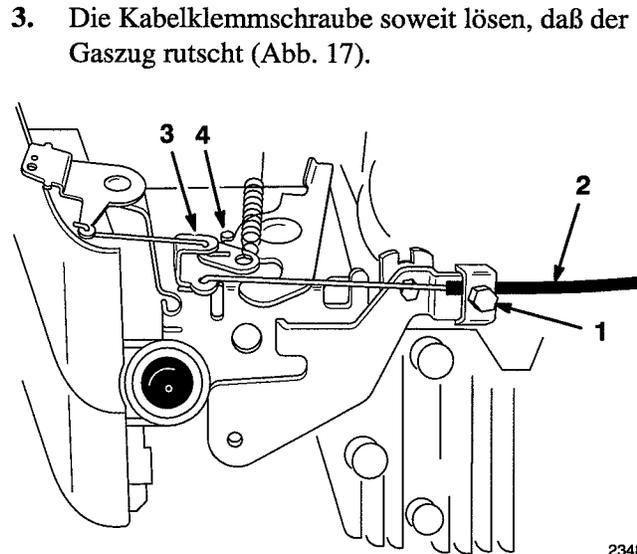

Abbildung 17
5. Den Gaszug bewegen, bis der Gashebel den Anschlag berührt (Abb. 17).
7. Die Motorabdeckung mit (2) Schrauben wieder anbringen. Die Schrauben auf 8-10 in.-lbs. (.9-1.1 N.m) anziehen.